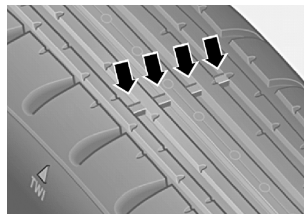

图 3-122 花纹深度磨损部位
2) 在主纹槽内设有高度为 1.60mm、宽 12mm 的磨损标记, 用于识别胎面主纹槽。测定轮胎花纹的深度时必须在轮胎胎面主纹槽内进行测量。在胎侧设有六个“TWI”标记, 用以标明磨损标记所在的位置。测量轮胎磨损时, 不应将磨损标记包括在内, 应从花纹最深处进行测量。轮胎花纹深度磨至 2mm 时, 即为轮胎的花纹深度的使用极限值, 超过此值会影响轮胎的附着能力, 如图 3-122 所示。